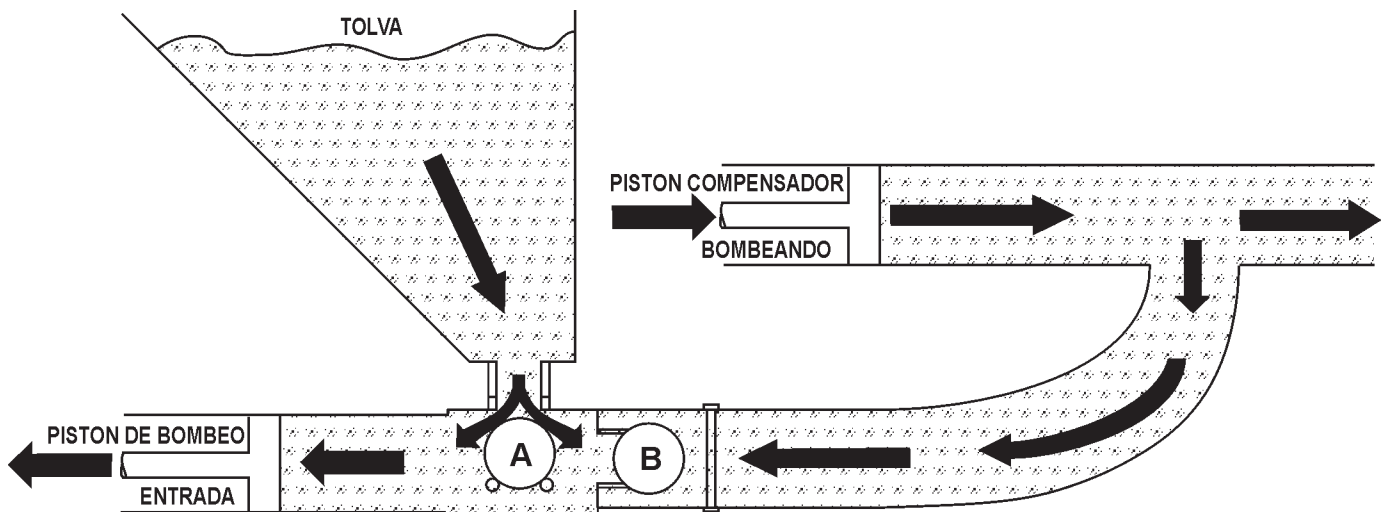

Figura 9. Cilindro de bombeo
El cilindro de bombeo (Figura 9) retrae el material mas alla de la bola (A) y llena el cilindro. El pistón compensador está bombeando el material hacia la boquilla y causa que la bola (B) se cierre previniendo que el material se regrese a la entrada del cilindro de bombeo.